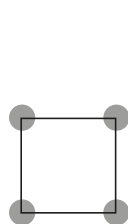

fig. 1
- Per le lastre di formato quadrato o rettangolare con lato non superiore a 60 cm, i supporti devono essere disposti negli angoli (quindi 4 supporti/lastra) (fig.1)
- When working with square or rectangular tiles whose side does not exceed 60 cm, pedestals must be placed at the corners, i.e., 4 pedestals per tile (fig.1)
- Pour les dalles de format carré ou rectangulaire dont le côté ne dépasse pas 60 cm, les plots doivent être disposés dans les coins (donc 4 plots/dalle) (fig. 1)
- Bei quadratischen oder rechteckigen Platten mit einer Seitenlänge von nicht mehr als 60 cm müssen die Stützen in den Ecken platziert werden (daher 4 Stützen/Platte) (Abb.1)